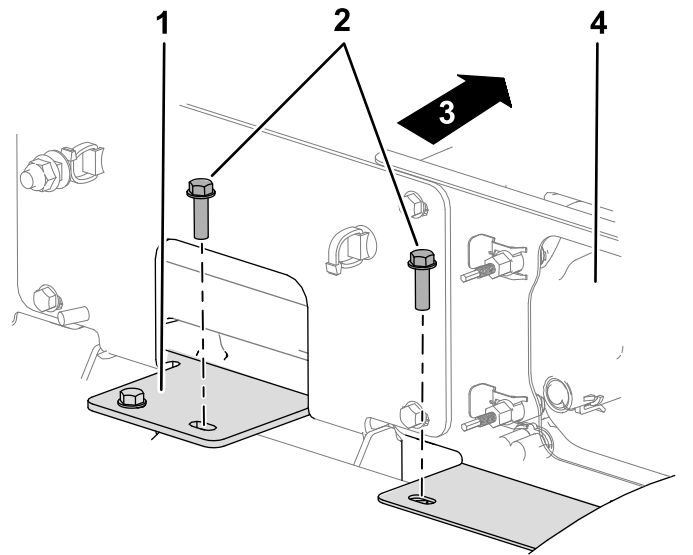

**Figuur 35**
1. Monteer de sproeiervloeistoftank op de bevestigingsbeugel voor het sproeiereservoir; gebruik hierbij 2 slotbouten (5/16" x 3/4") en 2 borgmoeren (5/16") zoals afgebeeld op Figuur 35.